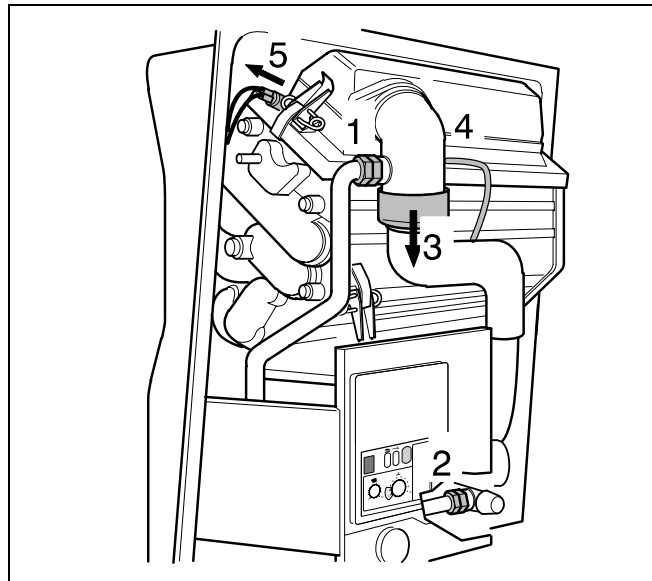

Abb. 29 Anschlüsse entfernen
- Verschraubung an der Gasdüse (Abb. 29, Pos. 1) und am Sicherheitsventil (Abb. 29, Pos. 2) lösen.
- Schläuche zum Gebläse abziehen (Abb. 29, Pos. 3).
- Schläuche an der Differenzdruck-Messstelle abziehen (Abb. 29, Pos. 4).
- Stecker am Brennerthermostat abziehen (Abb. 29, Pos. 5).